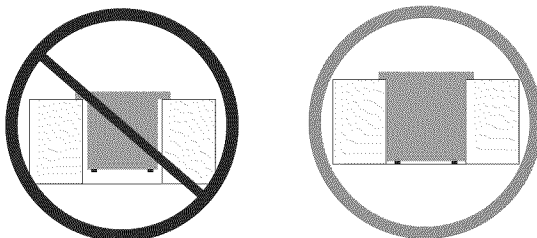

Ilustración 2
3 Nivele la estufa utilizando las dos (2) patas ajustables delanteras y las dos (2) ruedas ajustables, de manera que la altura del suelo a la parte de abajo del reborde de metal sea de al menos $1/16$ " (Ilustración 2).
7 Es imprescindible que el reborde de metal que se encuentra debajo de la cubierta este sobre la cubierta del gabinete. La cubierta no deberá tocar directamente la cubierta del gabinete (vea ilustración 2) de no ser así la fractura de la cubierta anulará la garantía. Nivele la unidad si es necesario.